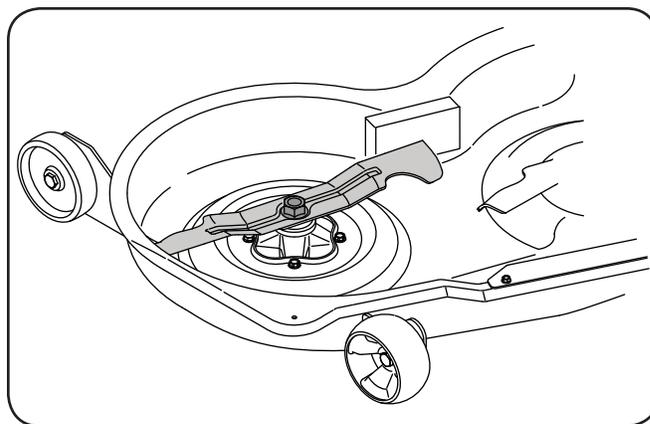

Figure 7-5
- Placez une cale de bois entre le déflecteur au milieu du plateau et la lame pour faciliter le desserrage de l'écrou à six pans qui retient la lame. Voir la Figure 7-5.
- Retirer l'écrou à bride à six pans qui maintient la lame sur la base de la fusée. Voir la Figure 7-5.